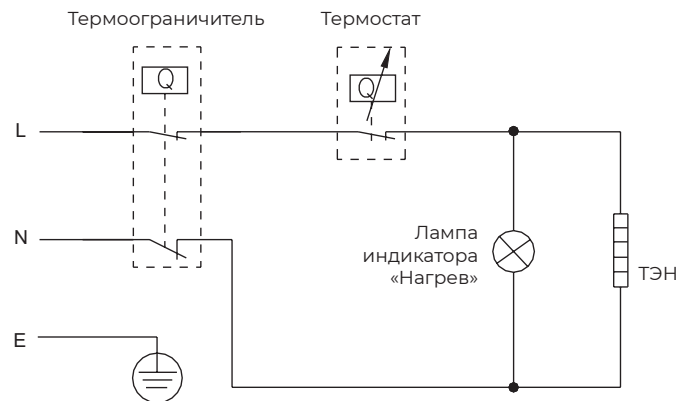

Рис. 10
- открутить гайку крепления термовыключателя, закрепленного на фланце ТЭНа, перевернуть термовыключатель и нажать до щелчка кнопку, расположенную по центру термовыключателя (рис. 10)\*;